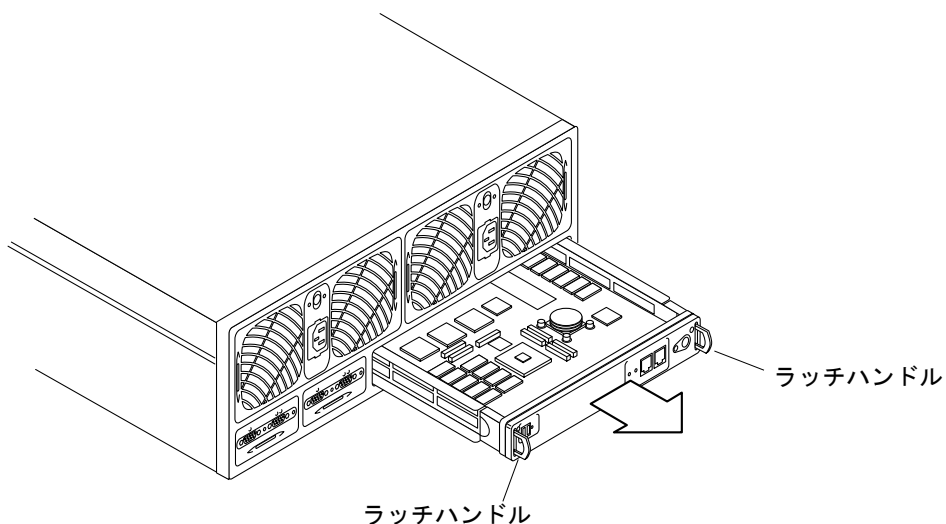

図 14-8 コントローラカードの取り外し
5. ラッチハンドルを押し込んで、コントローラカードのロックを解除します (図 14-8)。